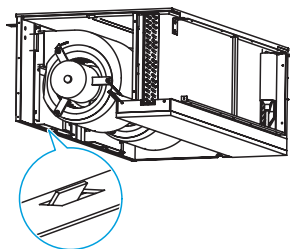
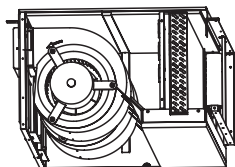
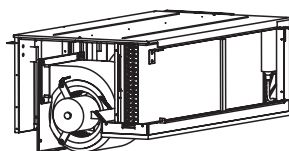

Рис. 4
Рис. 5
Рис. 6
- 5) Поддержите нижнюю часть узла двигателя вентилятора вручную, а затем толкните ее вверх. Для этого необходимо два человека. Когда узел вентилятора окажется выше штифта на передней панели (рис. 4), отодвиньте узел двигателя вентилятора назад примерно на 21 мм (рис. 5), чтобы отверстие отделилось от штифта. Держите узел и медленно тяните его вниз по направляющей (рис. 6), после чего узел можно вынуть для технического обслуживания и ремонта.